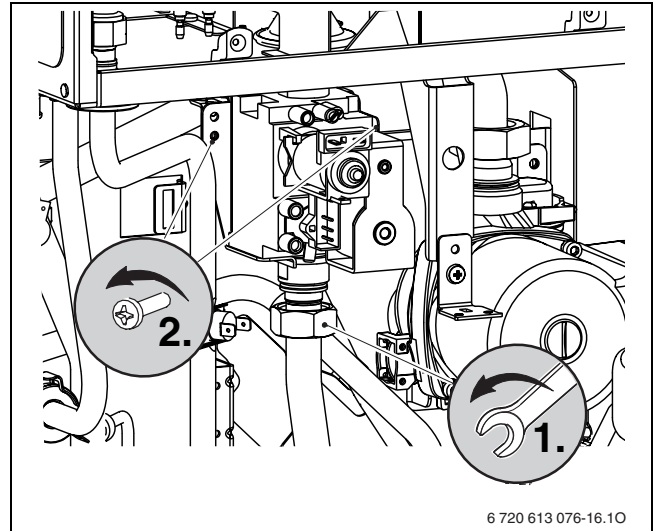

Fig. 52
- ▶ Svitare il tubo di collegamento del gas (fig. 52).